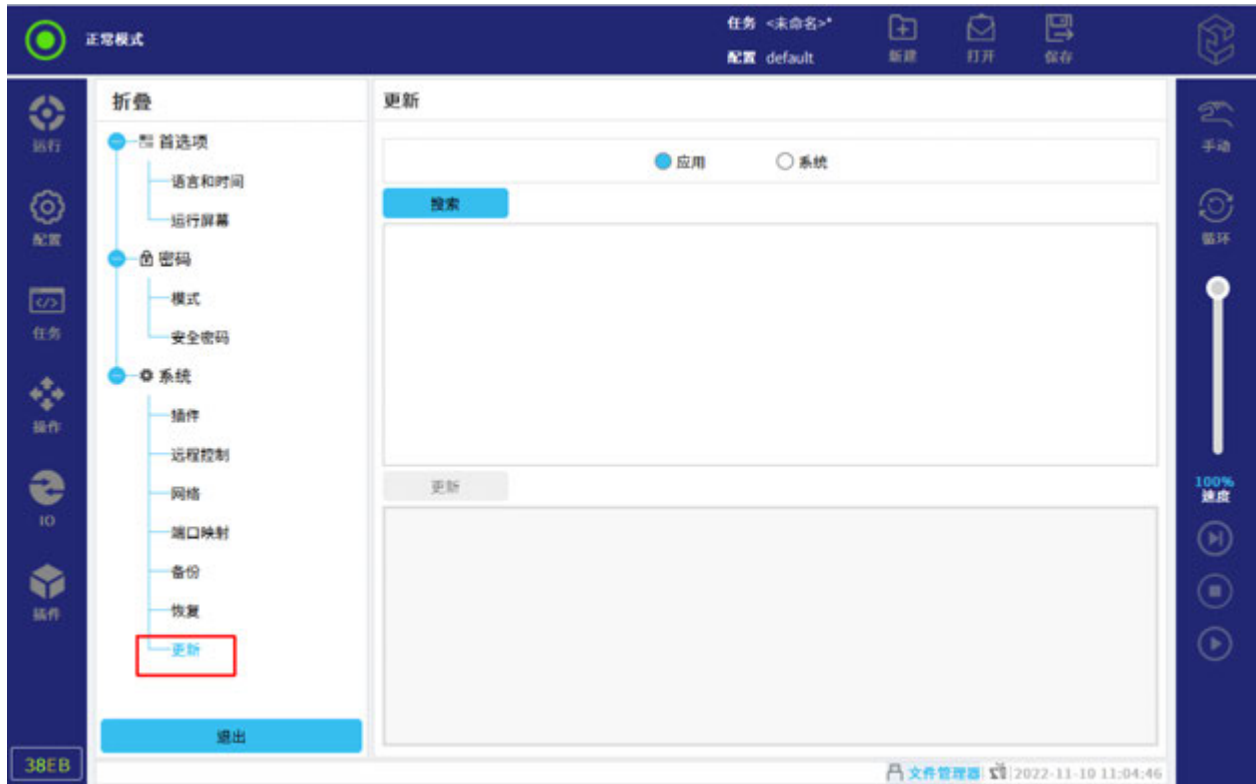

図 9-9 更新
2. 「設定> システム> 更新」を図 9-9 に示すように選択する。